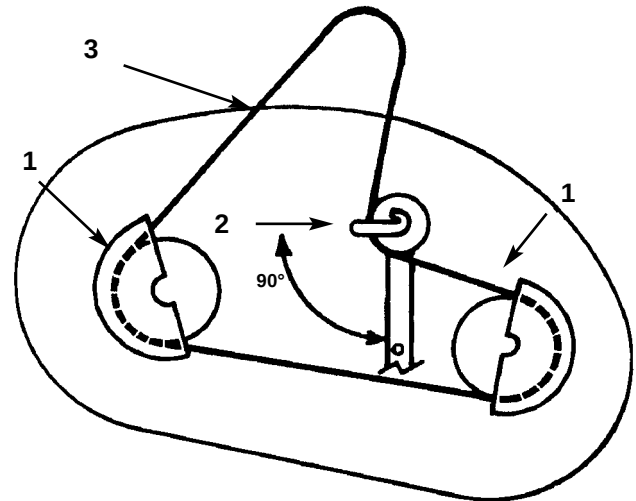

Fig. 47
2. Anbring mellemremskivens remstyr, så det peger til venstre, 90° på mellemarmen (fig. 47). Stram monteringsbolten og låsemøtrikken, der fastholder mellemremskiven og remstyret.
3. Montér venstre og højre remskivedæksel med monteringskruerne (fig. 47).